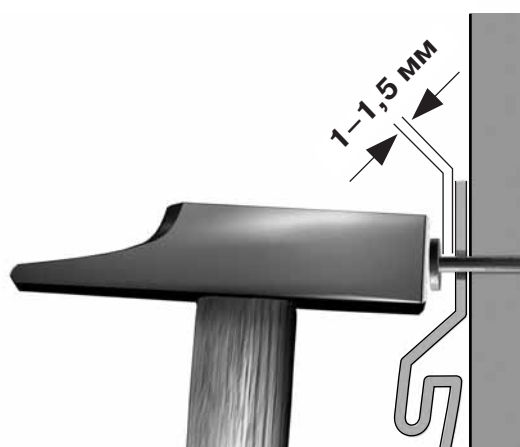

рис. 2
3. Не прибивайте «сайдинг» слишком плотно. Оставьте расстояние приблизительно 1 -1,5 мм между верхним краем шляпки гвоздя и панелью. Это необходимо для свободного расширения-сжатия, также позволит предотвратить волновой эффект (рис.2).